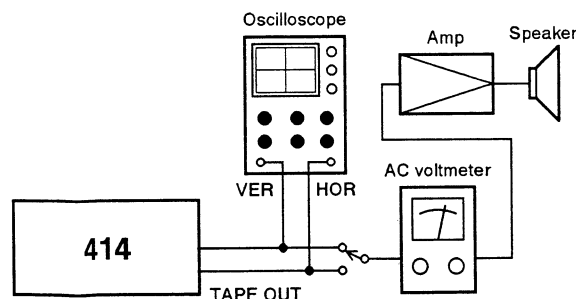

Fig. 2-2
1. Refer to Figure 2-2 and connect the channel 1 TAPE OUT to the vertical input of an oscilloscope, and connect the channel 4 TAPE OUT to the horizontal input of the scope.
1. 図2-2のようにCH1のTAPE OUTをオシロスコープのVER側に、CH4のTAPE OUTをHOR側に接続する。